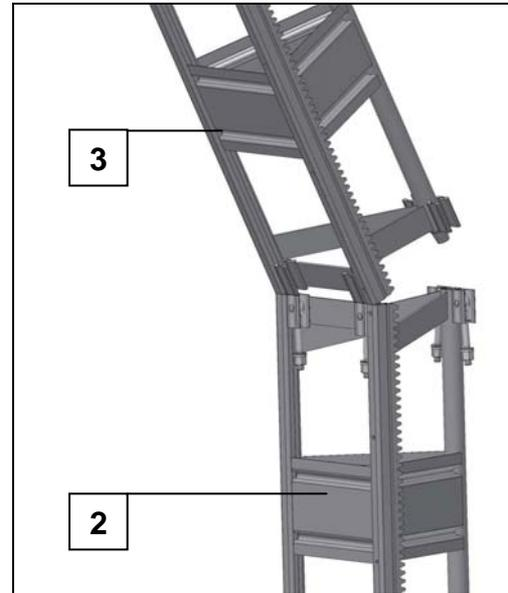
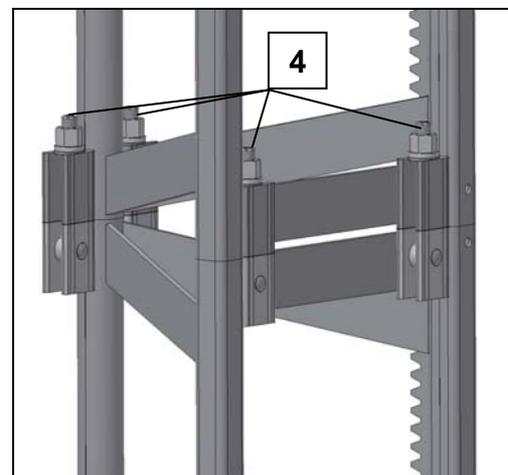

Fig. 29 Appoggiare le sezioni del
Fig. 30 Collegamento montante
- Salire e montare altre tre sezioni del montante, si veda anche Fig. 29 / Fig. 30.